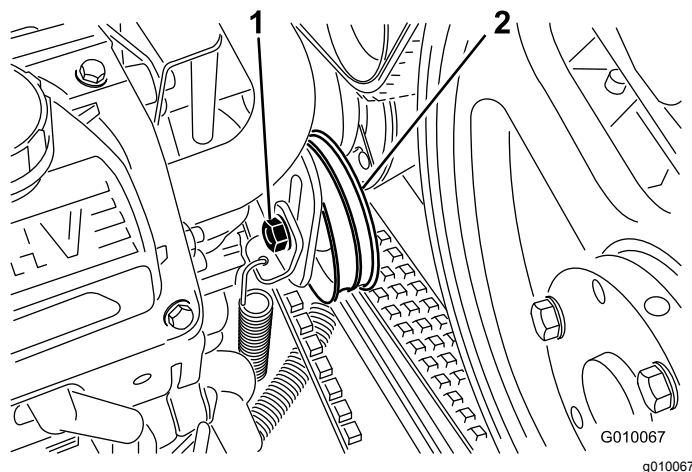

Figura 58
4. Allentate appena il bullone tendicinghia della pompa per consentire il movimento all'interno della scanalatura di regolazione (Figura 58).